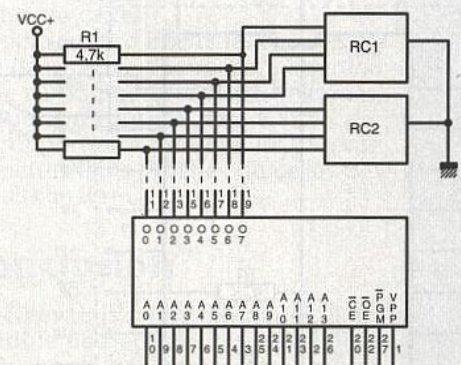

Figure 6 : générateur de données.
Son schéma livré figure 6 dévoile son aspect spartiate : toutes les DATA sont forcées par défaut en pull-down par R1 et RC1 et 2 peuvent activer ou non certaines données.
■ Figure 6 : cas d'un VCO avec PLL.